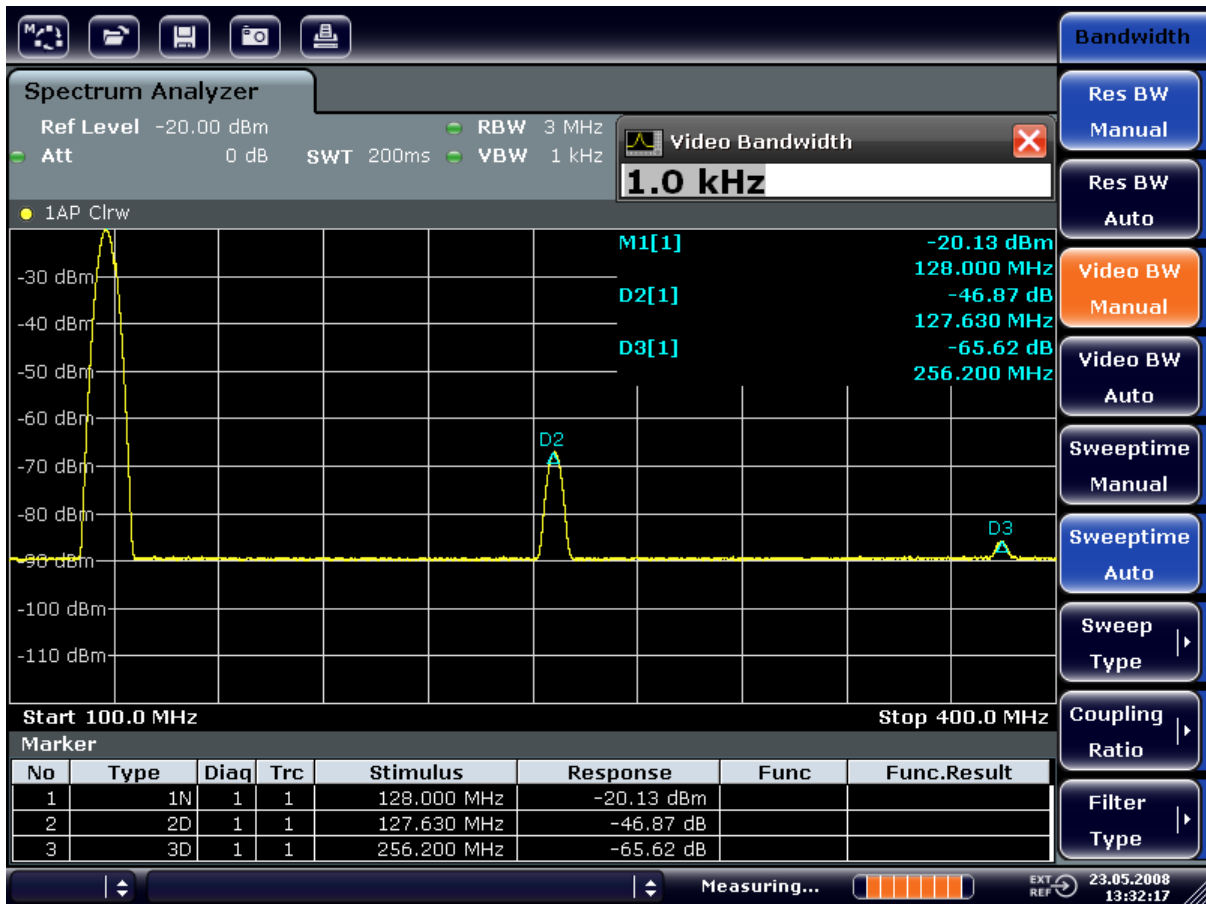

图 6-3: 在谐波测量过程中，通过降低视频带宽抑制噪声
3. 将视频带宽减少到 1 kHz（示例），通过输入 1 kHz。这会明显地平滑噪声，且扫描时间增加到 200 ms。换言之，测量过程将花费更多的时间。显示的视频带宽以圆点标记，表示它不再和分辨率带宽自动耦合了（参见图 6-3）。